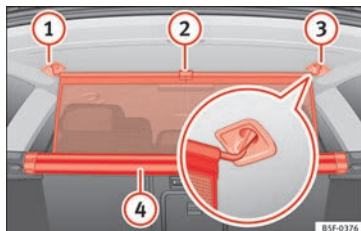

Fig. 166 Na bagageira: fixar a rede de separação.
- Puxe a aba para cima » **Fig. 166** **(2)** para tirar a rede da carcaça **(4)**.